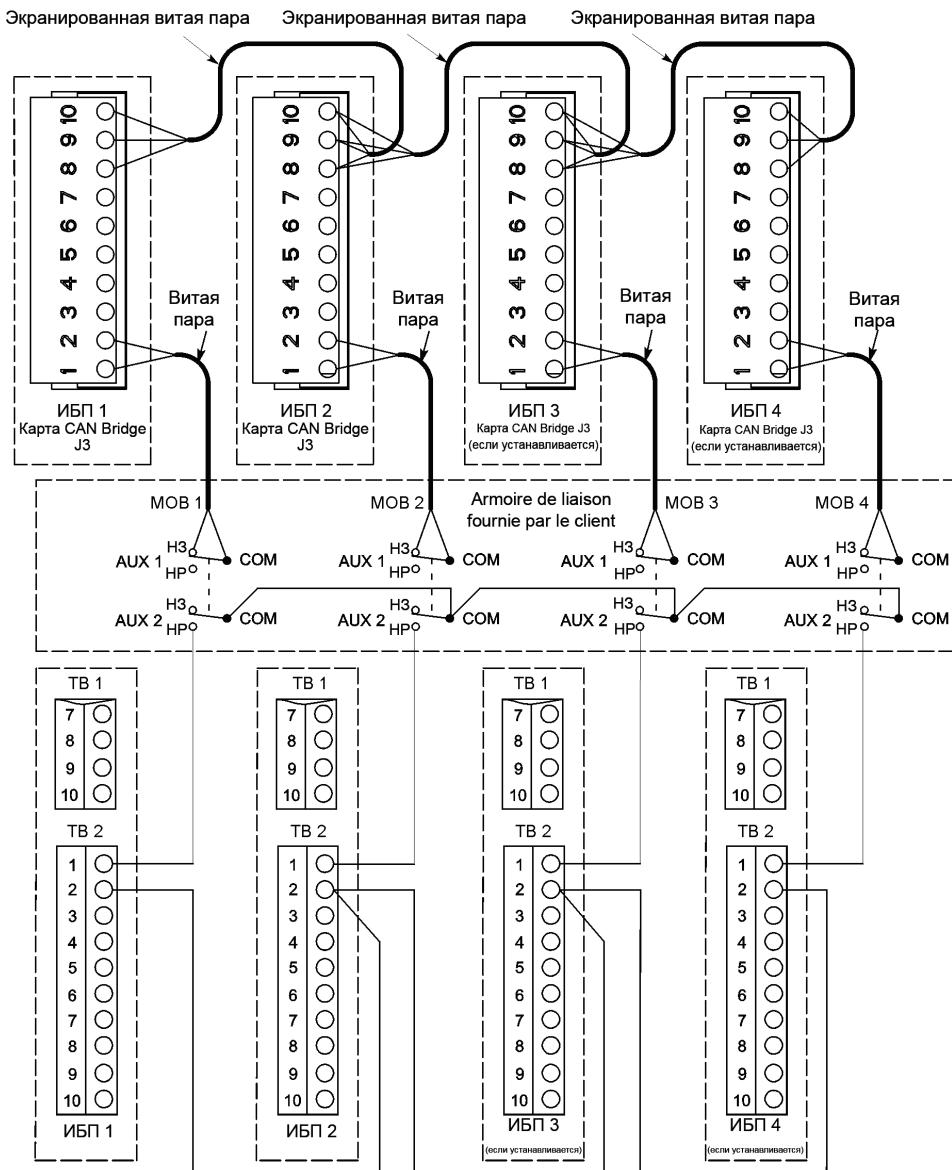

Рис. 5-6. Проводка Pull-Chain систем с распределенным байпасом с МОВ
11. Проведите и установите проводку системы с распределенным байпасом между шкафами ИБП и выключателями МОВ, расположенными в соединительном шкафу. Для получения информации о подключении проводки см. Рис. 5-6 на стр. 57 и Табл. 5-4 на стр. 58.